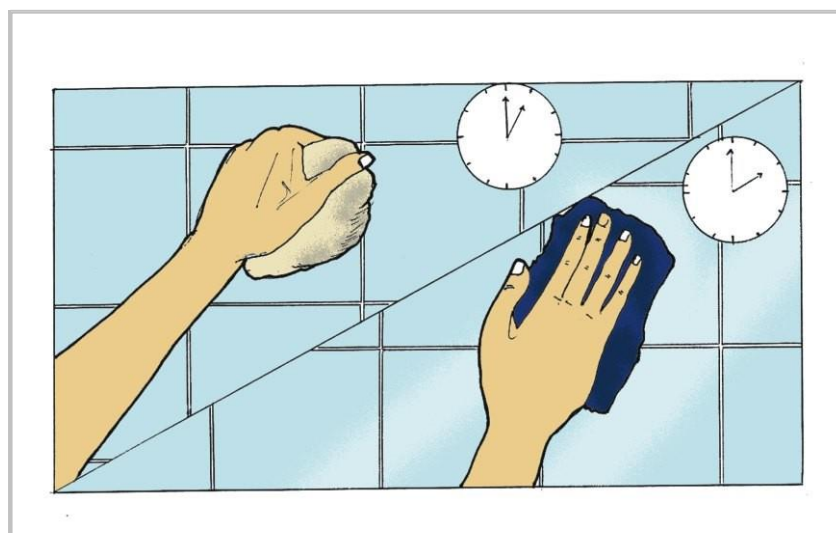

Fig. 6
6. Para finalizar, rellene las bruñas con una mezcla de porcelana y agua. Aplíquela con una espátula. Cuando la mezcla empiece a secarse, frote las bruñas con una esponja o trapo húmedo (Fig. 6).